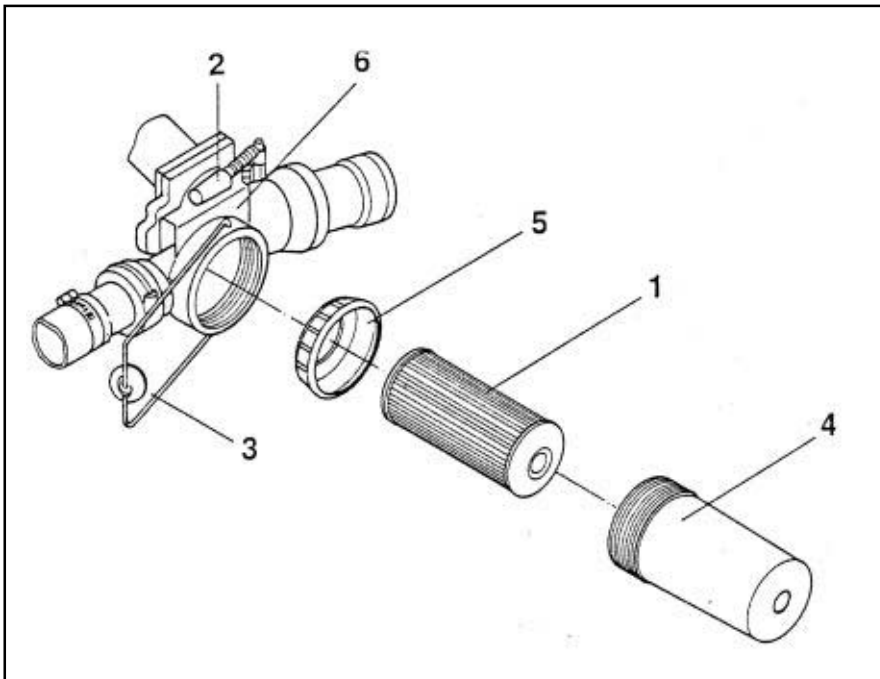

Fig. 7.11
La cartouche du filtre (fig. 7.11/1) doit être nettoyée en fin de chaque journée de travail.
- Positionnez la manette du bloc de régulation (fig. 7.11/2) sur "remplir".
- Faites pivoter l'étrier souple (fig. 7.11/3) sur le côté.
- Retirez le carter du filtre (fig. 7.11/4) en le faisant tourner légèrement à droite et à gauche.
- La cartouche filtrante (fig. 7.11/1) et la bague de centrage (fig. 7.11/5) sont alors facilement accessibles.
La partie ouverte de la cartouche filtrante doit être orientée vers le carter de la vanne-filtre (fig. 7.11/6).
- Repositionnez la manette du bloc de régulation (fig. 7.11/2) sur "pulvériser" et vérifiez l'étanchéité de la vanne-filtre.